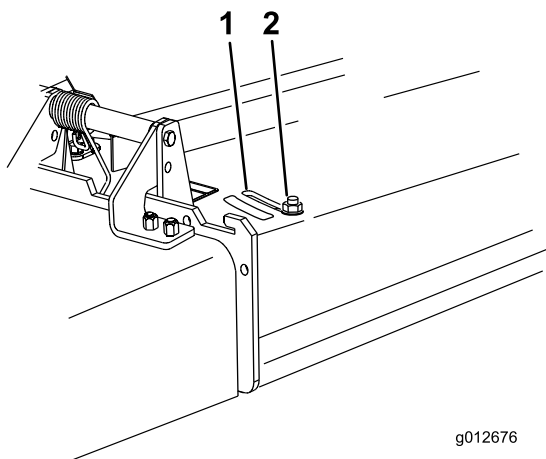

Figure 22
3. Pour régler le déflecteur, desserrez l'écrou (Figure 22).